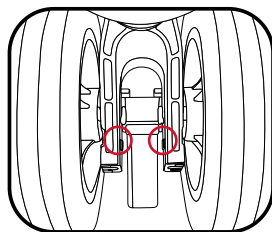

Figure 3
3. Vous trouverez deux petites molettes en acier de part et d'autre de la roue, servant à aligner la roue (Figure 3)